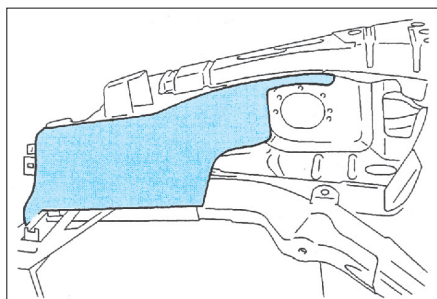

FIG. 18
- Appliquer une couche d'antigravillonnage (Fig.18).